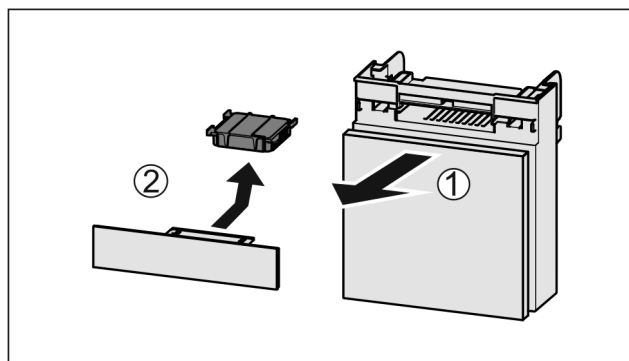

Fig. 35
- ▶ Вытянуть Fig. 35 (1) отделение движением вперед.
- ▶ Извлечение Fig. 35 (2) фильтра с активированным углем.